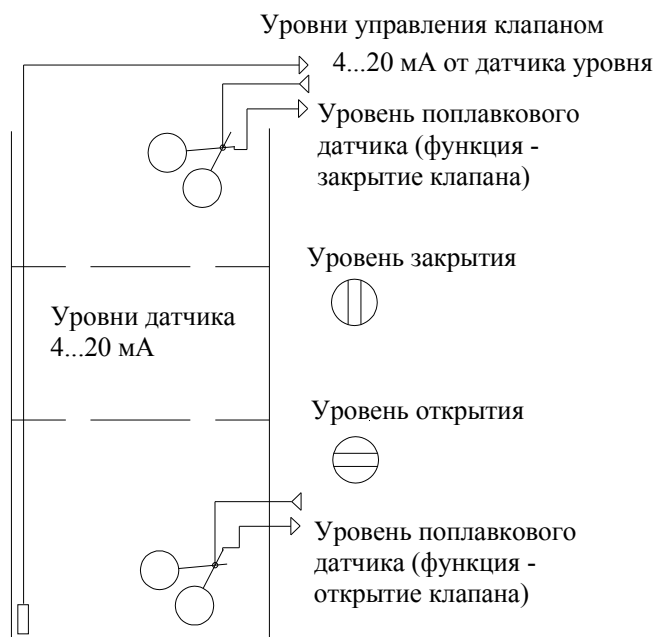

Рис. 8.2П. Функциональная схема управления клапаном подпитки
**Назначение функции.** Функция предназначена для обеспечения наполнения резервуара подпитки в зависимости от уровня, измеряемого аналоговым датчиком. В качестве датчика используется штатный датчик комплекса регулирования, подключаемый к входу 2. Функциональная схема управления клапаном в зависимости от уровня в накопительном резервуаре представлена на рис. 8.2П.
Изменение функций управления по аналоговому датчику производится программированием уровней формирования сигналов на открытие и закрытие клапана. В том случае, когда уровень открытия больше уровня закрытия, функции управления клапаном меняются на противоположные относительно рис. 8.2П.